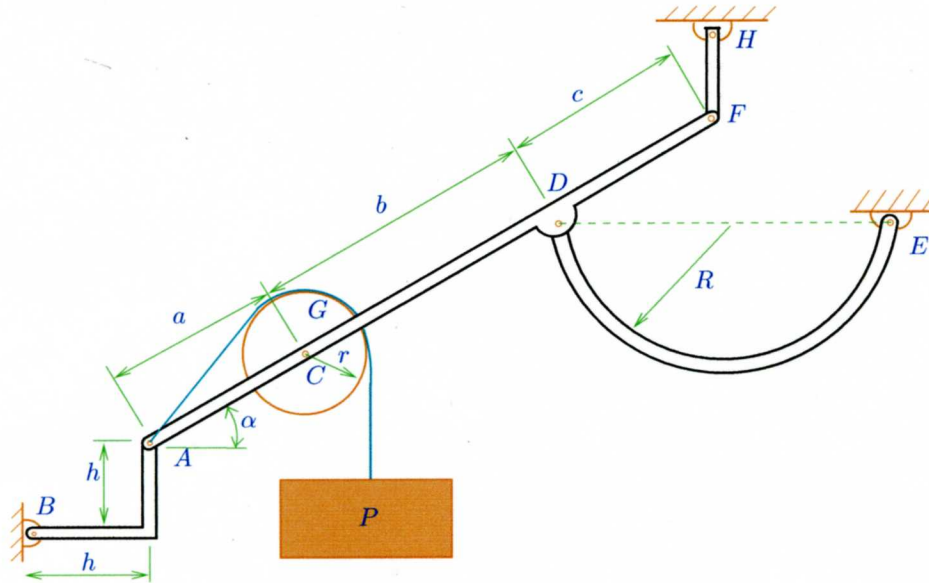

Figura 1: Mecanismo.
1. (16 puntos) En la Figura 1 se tiene un mecanismo sencillo. La polea G se conecta a la barra $ACDF$ en un pasador en C . El disco G pesa 5kN . Encuentre la fuerza en la barra FH .